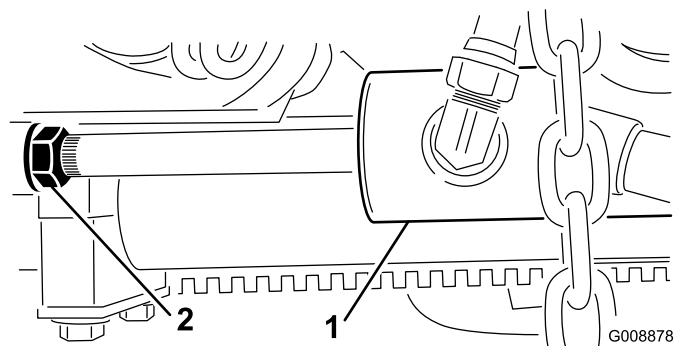

Figura 27
- B. Afloje la contratuerca del cilindro (Figura 27).